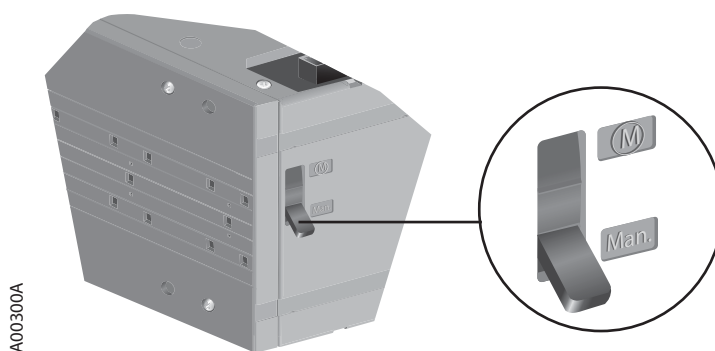

Рис. 6-5 Переключатель "Дистанционное/Ручное управление" находится в ручном режиме работы
1. Переведите селектор в ручное положение, как показано на рис. 6-5. Моторный привод выключен, что предотвращает дистанционное управление.